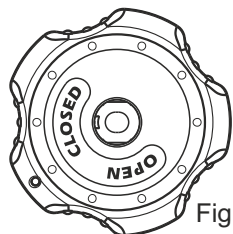

Figura 1
6.1 Introducir el pomo sobre la válvula con las inscripciones "OPEN" y "CLOSED" según figura 1. El pomo debe entrar totalmente hasta hacer tope con la válvula.
Si el pomo está "invertido", verificar la posición de la chapa de arrastre, ésta NO entrará hasta su totalidad. Buscar la posición correcta antes de su montaje en válvula, de forma que "OPEN" y "CLOSED" queden según figura 1.